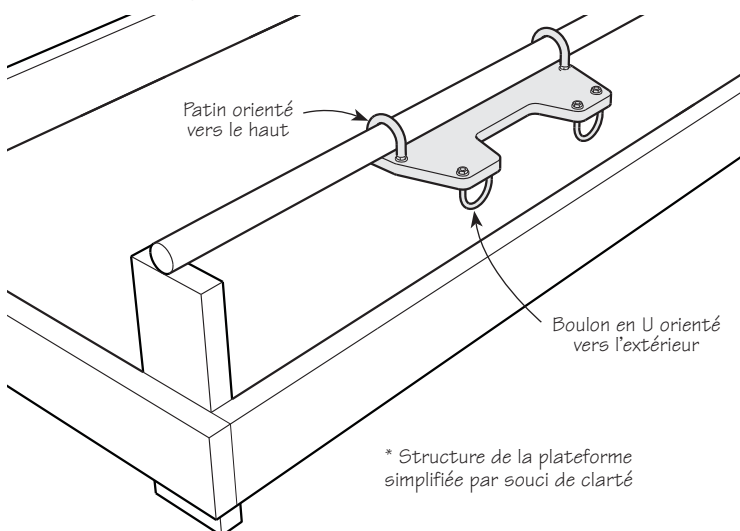

Figure 14 : Support couissant monté sur un rail
3. Une fois le support couissant en place, orienter les patins vers le haut et les boulons en U vers l'extérieur, comme l'illustre la figure 14.